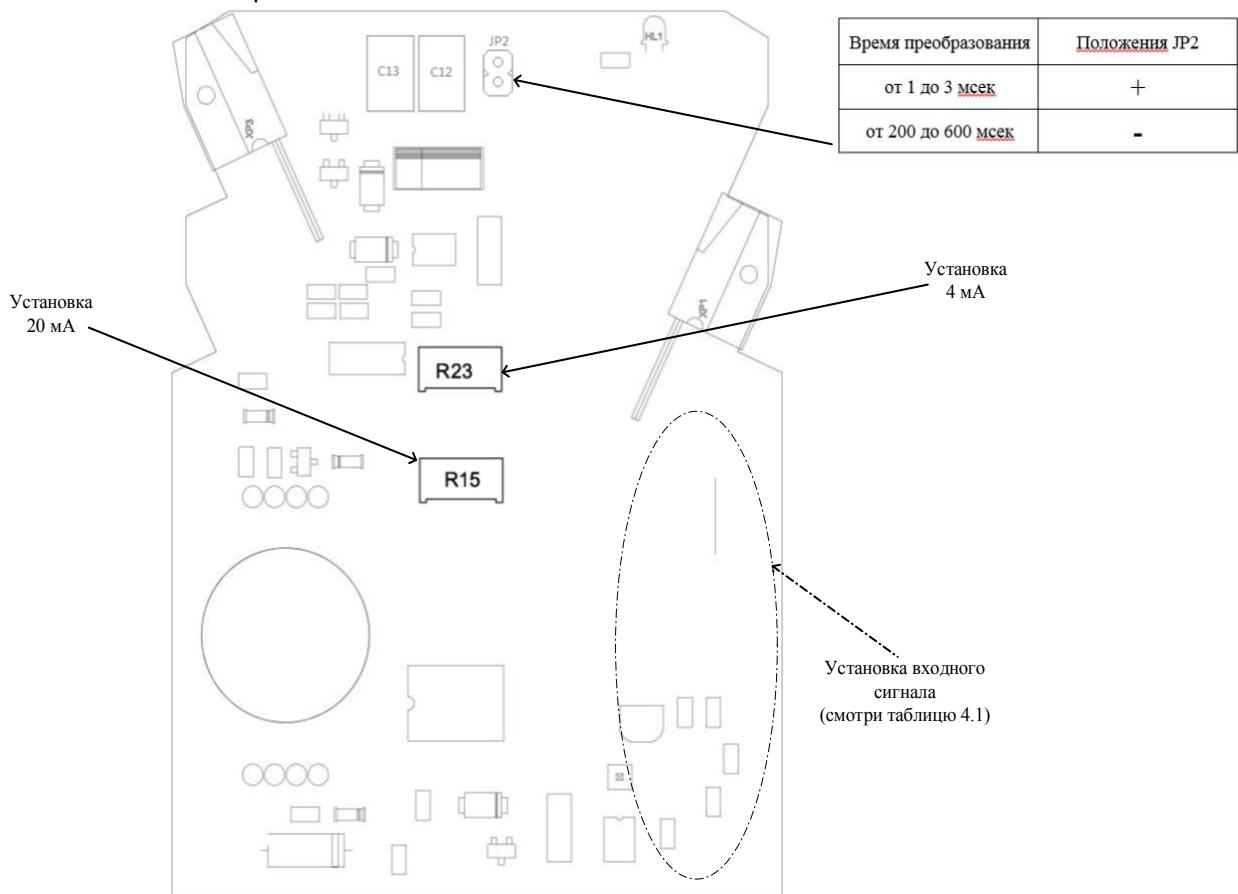

Рисунок 4.2 - Схема расположения органов регулирования и элементов настройки ПНС-410
4.2.4 Для настройки ПНС-410 на другой входной сигнал используйте рисунок 4.2 и таблицы 4.1 и 4.2.